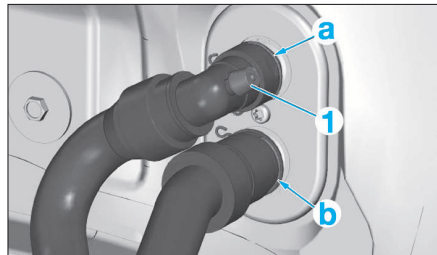

FIG. 22
- Ouvrir la vis de purge (1) du tuyau d'aérotherme (Fig.22).